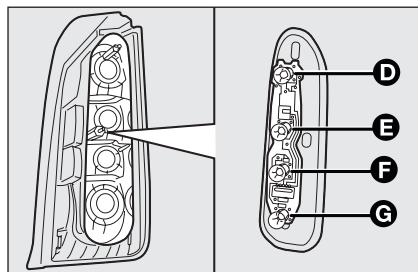

fig. 29
- ☐ quite las lámparas **D-E-F-G-fig. 29** empujándolas ligeramente y girándolas hacia la izquierda;